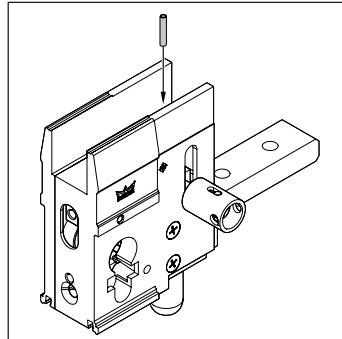

Abb. 5 Bolzen verfestigen
3. Das Basis-Schloss und den Bolzen von oben mit einem Spannstift verfestigen (Abb. 5).